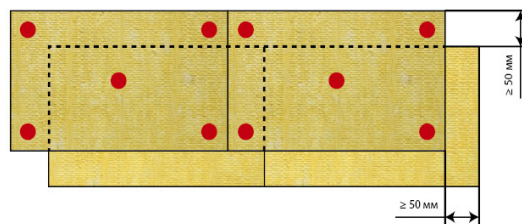

Рис.2. Схема фиксации теплоизоляции со смещением
- Разбежка швов между внутренним и внешним слоем должна быть не менее 50мм (рис.2).